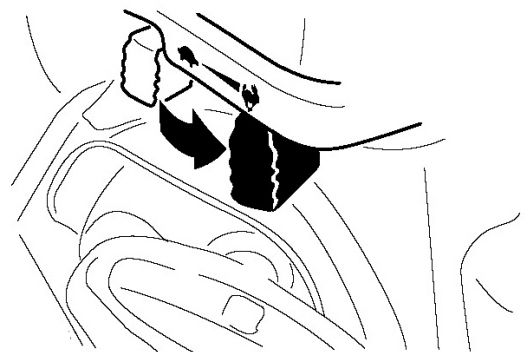

Рисунок 22.
6. Передвиньте дроссель в положение Fast (Быстро) (Рис. 22).